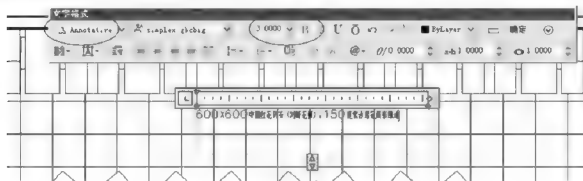

图 4.87 用注释性文字样式标注字体
(2) 单击【绘图】工具栏上的【多行文字】图标  或在命令行输入“T”后按 Enter 键。
① 在指定第一角点: 提示下, 单击餐厅平面布置图内单击一点, 作为文字框的左上角点。
② 在指定对角点或 [高度(H)/对正(J)/行距(L)/旋转(R)/样式(S)/宽度(W)]: 提示下, 光标向右下角拖出矩形框后单击, 打开【文字格式】对话框和文字输入框。
③ 在【文字格式】对话框中, 当前文字样式为“Annotative”, 【高度】设为“3”, 然后在文字输入框内输入“600×600 中国红花闪石 (对缝花拼), 150 宽蒙古黑花岗岩镶边”, 如图 4.87 所示, 单击【确定】按钮关闭对话框。